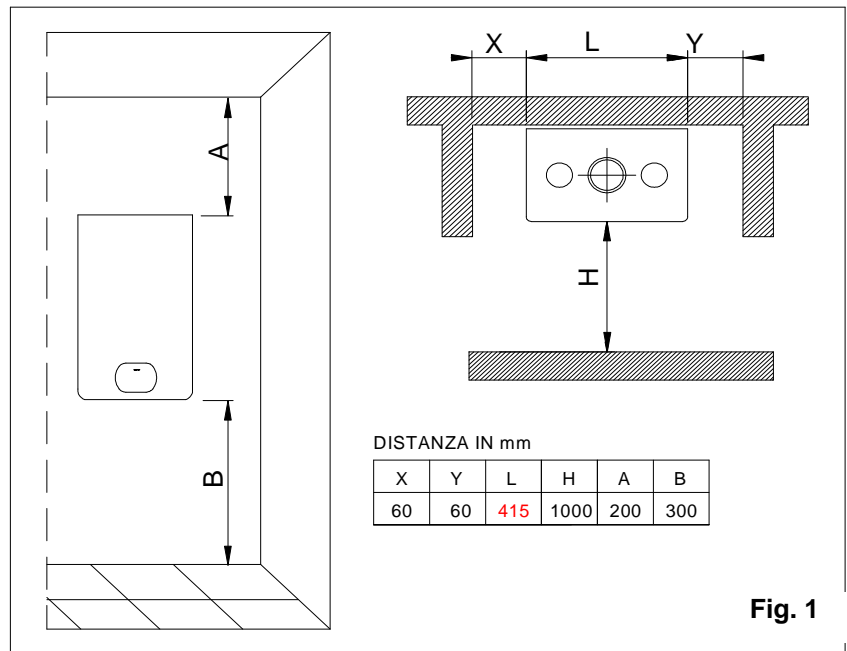

Fig. 1
**A.** adagiare (fig. 1) la caldaia imballata sul pavimento facendo attenzione che la freccia altoverso sia rivolta verso il basso e staccare le grappe aprendo le quattro alette della scatola verso l'esterno.